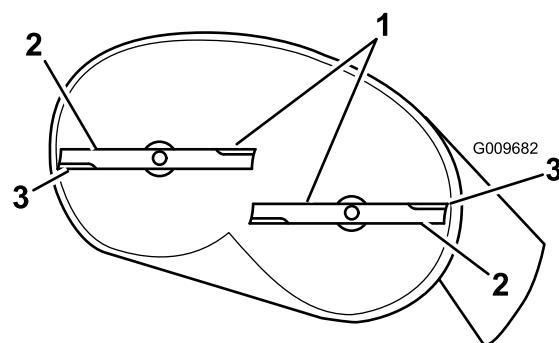

Figure 49
4. Faites pivoter les lames avec précaution pour qu'elles soient toutes parallèles (Figure 49).
- Mesurez la distance entre les tranchants extérieurs et le sol plat (Figure 49). Si les deux mesures diffèrent de plus de 5 mm (3/16 po), un réglage s'impose. Poursuivez la procédure.